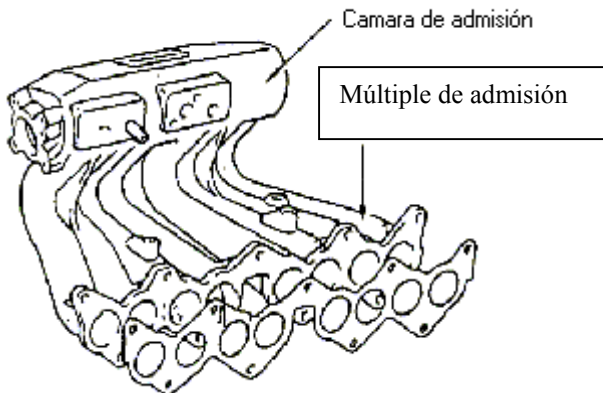

Figura 3.6
- 1) *Mayor diámetro de las entradas y los conductos del múltiple de admisión.* Esto se debe a que ya no se utiliza un cuerpo del obturador similar al del carburador, que tiende a obstaculizar el paso del aire de admisión. Además, los conductos del múltiple de admisión pueden tener una forma distinta, a los que se utilizan en un sistema mono punto. Con esto, se obtiene mayor facilidad para el ingreso del aire de admisión a los cilindros, introduciéndose una carga de aire más densa en los cilindros y por tanto, mayor potencia (figura 3.6).